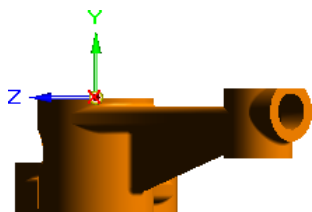

图 4.7.22 定义视图方位
(1) 单击 **图纸视图** 区域的“视图向导”按钮，系统弹出“选择附件”对话框。单击 **确定** 按钮。
(2) 然后在系统弹出的“图纸视图创建向导”对话框中选中 **在以下视图中显示相切边** 下的 ☒ **正视图(R)** 复选框，单击 **下一步(N) >** 按钮，然后单击 **定制(C)...** 按钮，系统弹出“定制方向”对话框。
(3) 在“定制方向”对话框中单击“常规视图”按钮，调整视图方位如图 4.7.22 所示，单击 **关闭** 按钮，然后单击 **完成(F)** 按钮。